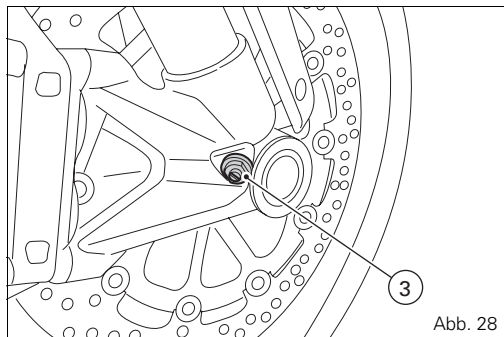

Abb. 28
Einstellvorrichtungen für die Vorderradgabel (MS4R) (Abb. 27 und Abb. 28)
- 3) (Abb. 28) zur Änderung der Druckstufe.
Anhand eines kleinen Schlitzschraubendrehers kann die Einstellung der hydraulischen Dämpfung in der Zugstufe über die an den jeweiligen Standrohrscheiteln angeordnete Einstellschraube (1) vorgenommen werden. Für eine Regulierung über die Einstellschraube (3, Abb. 28) einen Schraubendreher durch die Durchgangsbohrung der Radachse in Höhe der Gabelholmachse stecken.